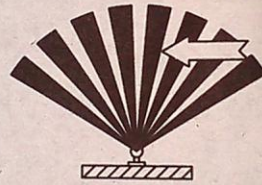

Рисунок 4.
- наибольшую чувствительность датчик имеет при перемещении движущегося объекта перпендикулярно лучам зоны обнаружения (рисунок 4).